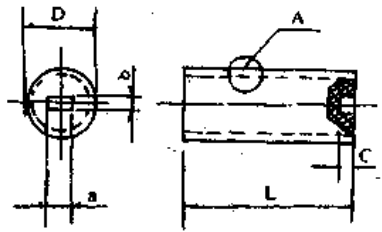

图 48-8
(1)普通(M型)与双槽(MS型)螺纹磁芯:M型与MS型螺纹磁芯又分单起子槽或双槽(两端面),典型产品有M3系列、M4系列、M5系列、M6系列、M7系列、M8系列以及MS3系列等。其结构原理如图 48-8 所示。